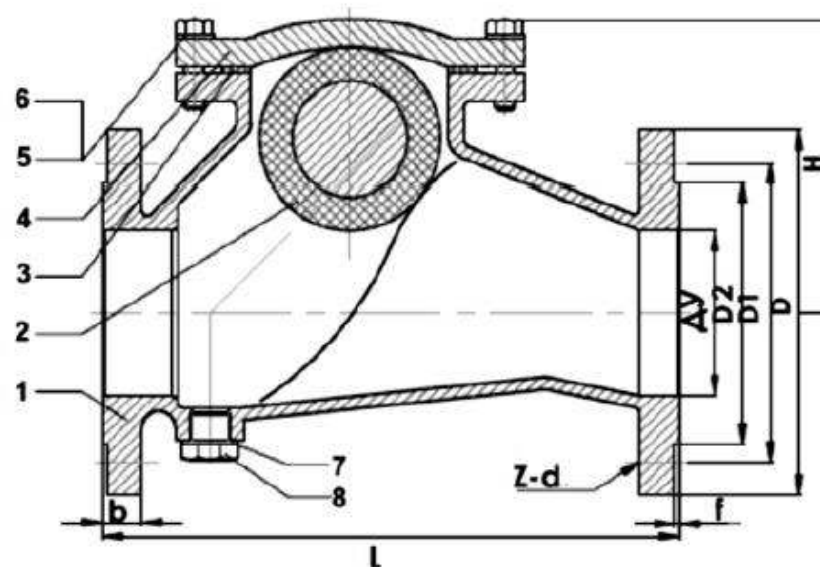

Рис.1 Клапан обратный шаровой фланцевый.
Таблица №2. Спец-я материалов обратных шаровых клапанов (Рис.1).
3.1 Обратный шаровой фланцевый клапан (Рис.1) состоит из чугунного корпуса (1) с крышкой (4). Запорным элементом клапана является стальной/чугунный шар (2), покрытый для большей надежности затвора слоем резины (NBR).